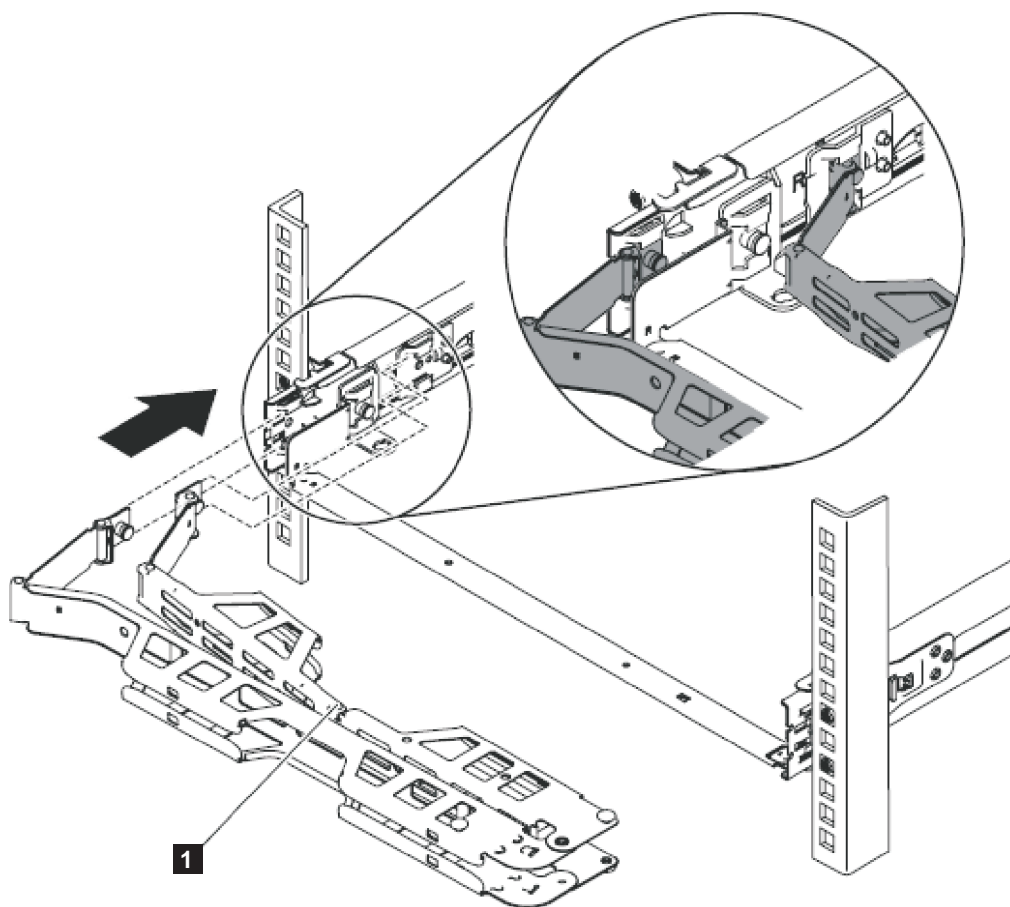

図 38. ケーブル・マネジメント・アームの取り付け
2. 54 ページの図 38 に示すように、ケーブル・マネジメント・アームを取り付けます。
注: アームの接合部が、図 38 の **1** に示すように、ノード側を向いていることを確認してください。